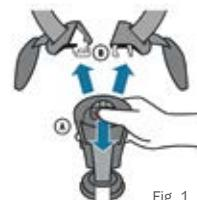

Fig. 1
1. Open de 5-puntsgordel door op A te klikken en B uit de gordelbevestiging te halen (Fig. 1).